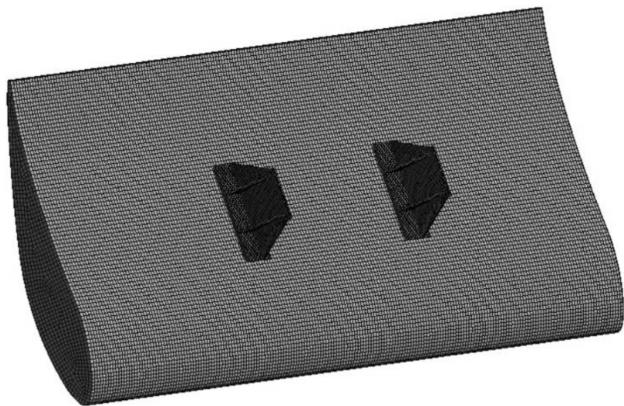

图 4-34 划分网格
(1) 在导航树里单击【Mesh】→【Details of “Mesh”】→【Defaults】→【Relevance】= 80，【Sizing】→【Size Function】= Adaptive，【Sizing】→【Relevance Center】= Medium，其他均默认。
(2) 选择两个连接件：右键单击【Mesh】→【Insert】→【Sizing】→【Element Size】= 5mm。
(3) 选择叶片模型的外表面：右键单击【Mesh】→【Insert】→【Mapped Face Meshing】→【Method】= Quadrilaterals。
(4) 选择两个连接件：右键单击【Mesh】→【Insert】→【Method】，单击【Automatic Method】→【Details of “Automatic Method”】→【Definition】→【Method】= Hex Dominant。
(5) 选择叶片模型：右键单击【Mesh】→【Insert】→【Sizing】→【Element Size】= 10mm。
(6) 生成网格：右键单击【Mesh】→【Generate Mesh】，图形区域显示程序生成的网格模型，如图 4-34 所示。